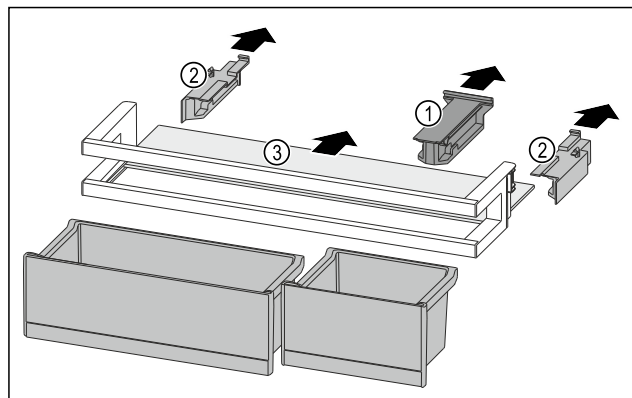

Fig. 121
- 拉出定位件 Fig. 121 (1)。
- 拉出侧面部分 Fig. 121 (2)。
- 取出搁板 Fig. 121 (3)。